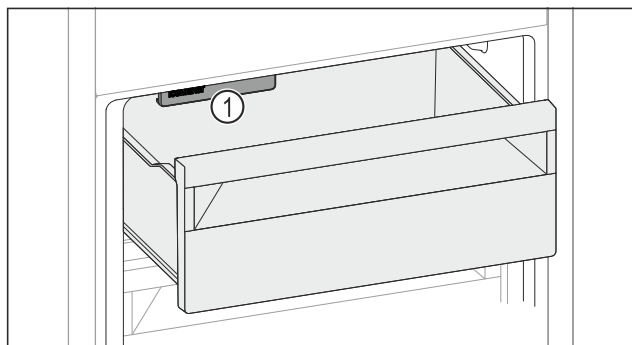

Fig. 158
- ▶ Ta hensyn til IceMaker Fig. 158 (1).